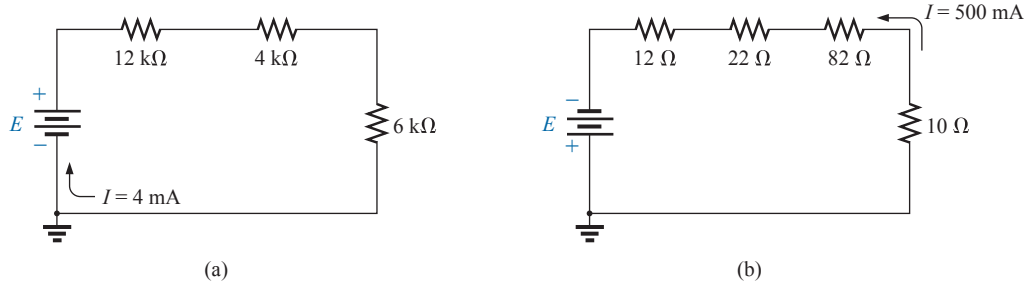

Figura 5.94 Problema 10.
10. Descubra a tensão necessária para desenvolver a corrente especificada em cada circuito da Figura 5.94.